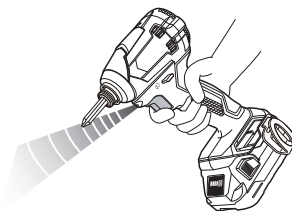

Fig. 14
11. Señal de aviso de luz LED (Fig. 14)